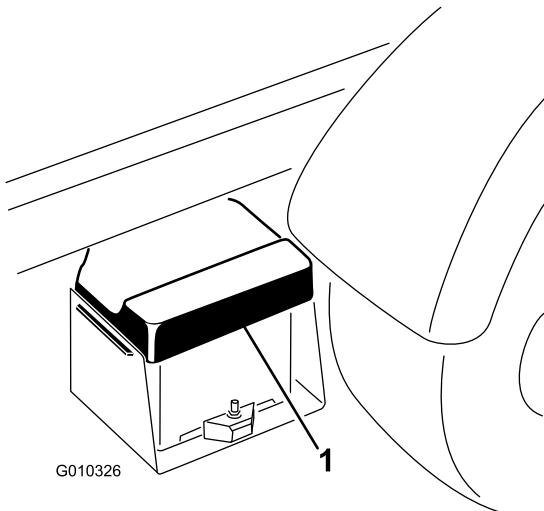

Bild 53
1. Drücken Sie die Batterieabdeckung zusammen, um die Laschen aus dem Unterteil zu lösen. Nehmen Sie die Batterieabdeckung vom Unterteil ab (Bild 53).